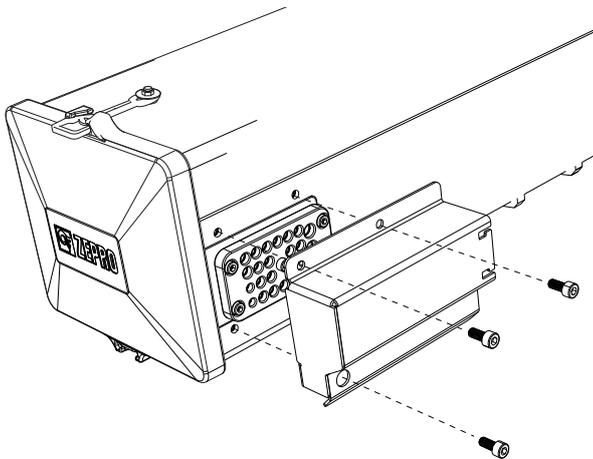

Figura 60. La cubierta de protección del prensaestopas está montada con tres tornillos
1. Retirar la cubierta de protección del prensaestopas, está montada con tres tornillos, véase Figura 60.
2. Montar la cubierta de protección del prensaestopas con los tres tornillos correspondientes, véase Figura 60.